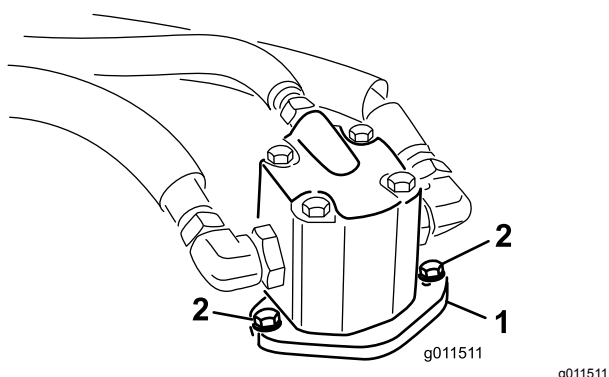

Figura 95
- Retire os parafusos que fixam o motor hidráulico à plataforma do cortador (Figura 95).